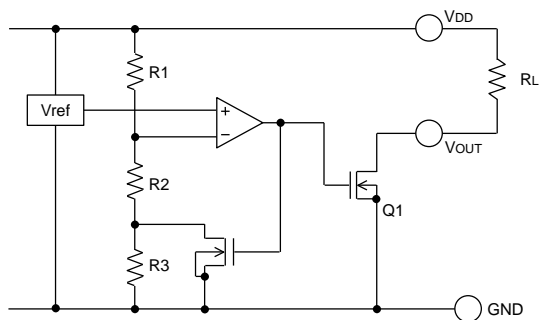
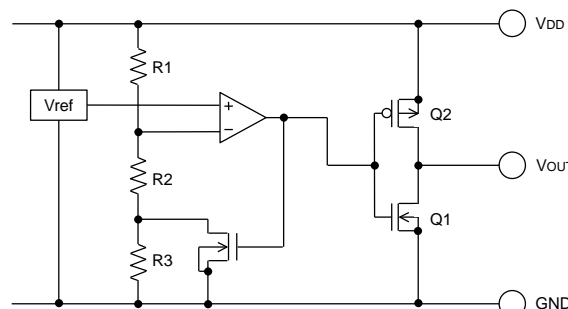

Fig.12(BD48xxx タイプ内部ブロック図)
Fig.13(BD49xxx タイプ内部ブロック図)
オープンドレインタイプ (Fig.12) と CMOS 出力タイプ (Fig.13) 共に、検出電圧及び解除電圧をスレッショルド電圧とし、VDD pin に印加された電圧が各々のスレッショルド電圧に達したとき、VOUT 端子電圧は “H”→“L”、また “L”→“H” に切り換わります。BD48xxx シリーズでは出力形式がオープンドレイン方式であるためプルアップ抵抗を VDD または他の電源との間に接続してください。
入力電源電圧 VDD を SWEEP UP 及び SWEEP DOWN させたときの入力電圧 VDD と出力電圧 VOUT の関係は以下のようになります。(回路は Fig.12,13 です。) 下図の①～⑤について説明します。